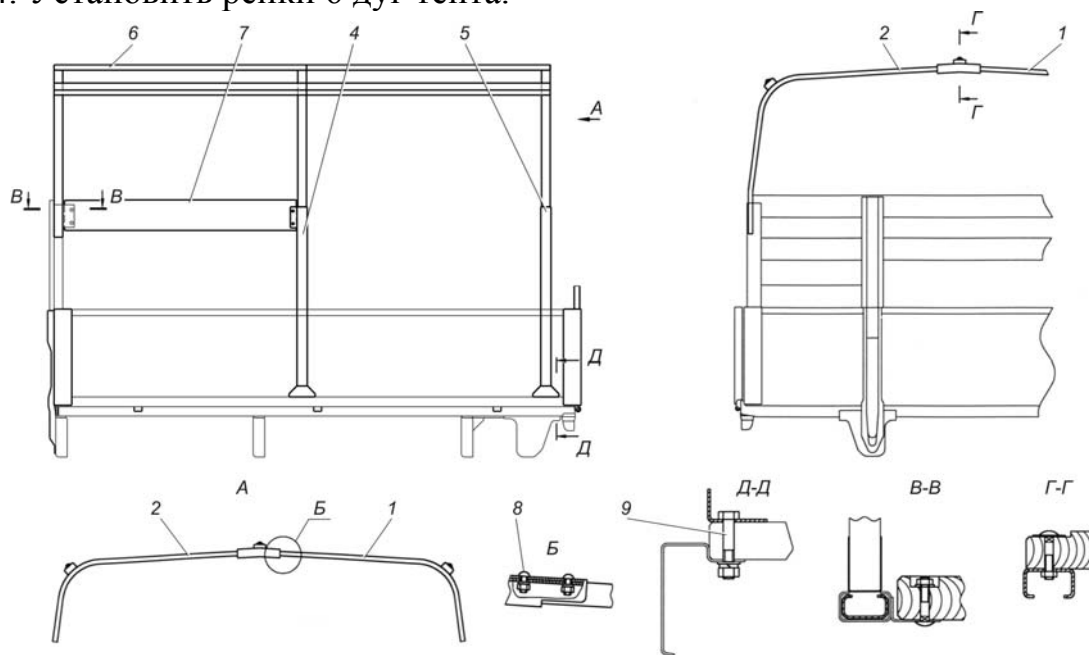

Рис. 12.7. Установка деталей каркаса тента:
Установка деталей каркаса тента показана на рис. 12.7.
1. Установить стойки 3, 4 и 5 (рис. 12.7) с правой, левой и задней стороны платформы. После установки стоек закрепить их болтами 9.